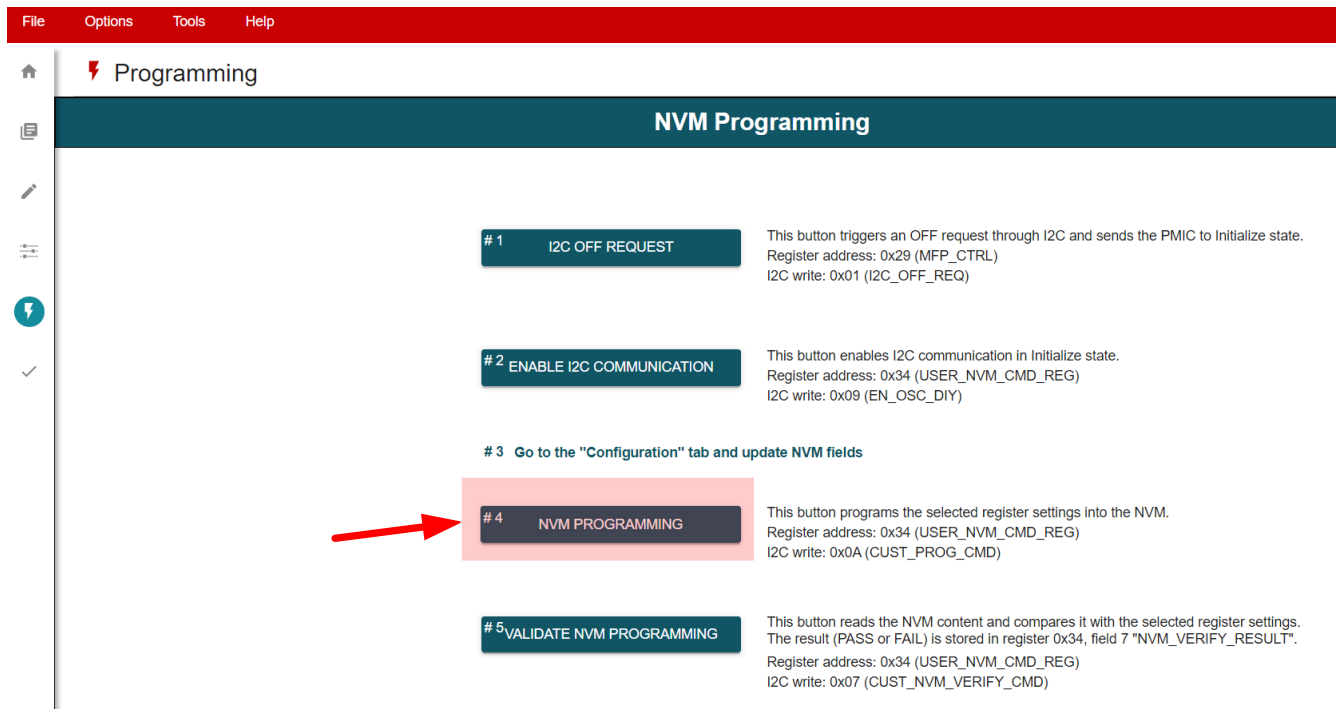

图 4-11. 使用 TPS65219-GUI 重新对 NVM 进行编程
- 图 4-11 显示了使用 TPS65219-GUI 时用于将寄存器设置保存到 NVM 的按钮。